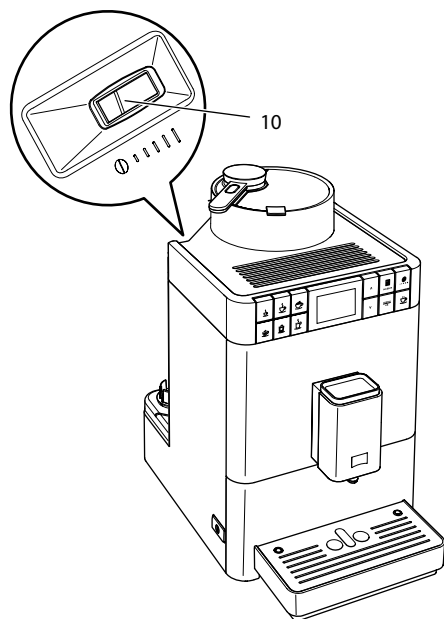

Fig. 18: Palanca para ajustar el nivel de molido
- » En la carcasa aparece la palanca "Ajuste de nivel de molido" (10) .
2. Mueva la palanca hacia la izquierda o derecha, como se muestra en Fig. 18.